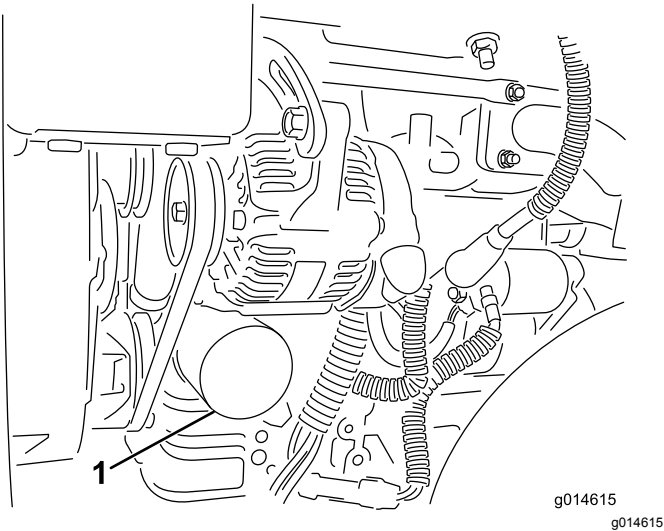

图33
2. 拆下机油滤芯图33。在新的滤芯垫片上涂上薄薄一层干净油。